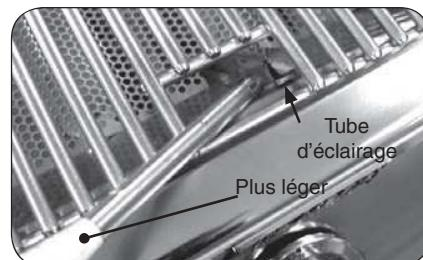

Fig. 20-2 - Éclairage manuel
- Passez un allumeur brûlant de butane de long-baril ou une allumette brûlante de long-tige dans la grille à cuire s'ouvrant au dessus du tube d'éclairage. (Fig. 20-2). Pour des backburners, tenez la flamme contre le surface du backburner.
- Si le brûleur ne s'allume pas, enfoncez immédiatement le bouton et tournez la valve à AU LOIN. ATTENDEZ CINQ (5) MINUTES avant de répéter les étapes 2 à 4 des instructions manuelles d'éclairage.